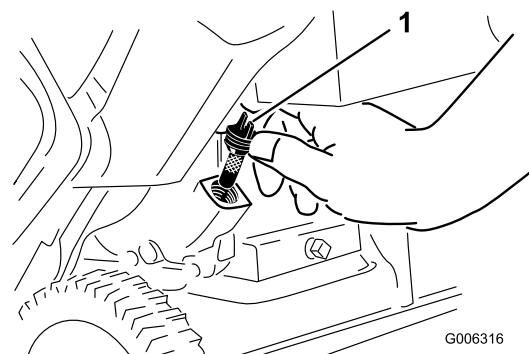

Figura9
2. Curățați zona din jurul capacului de umplere cu ulei (Figura9).